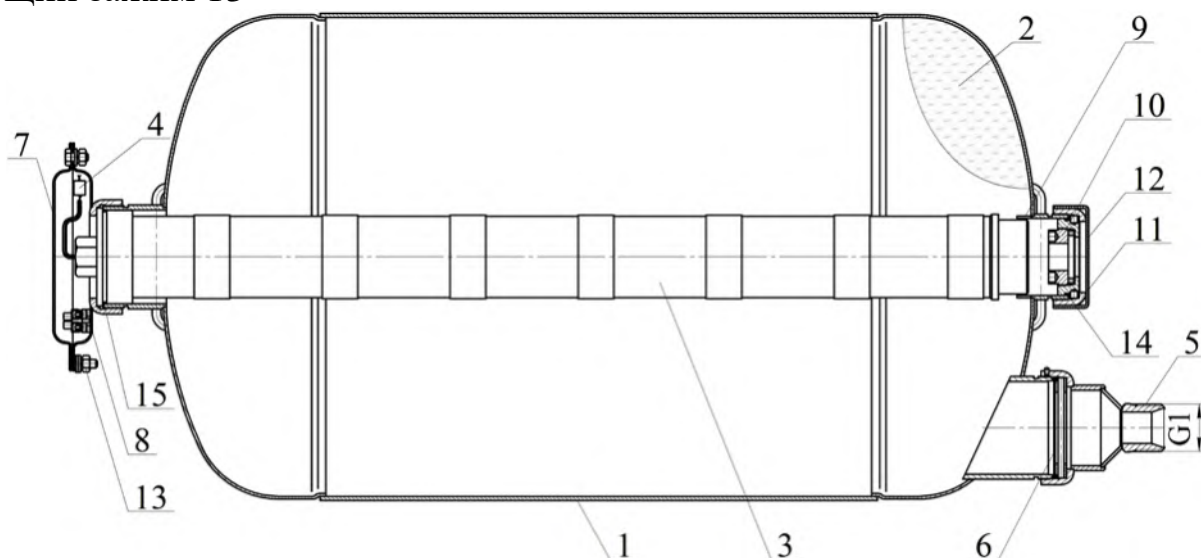
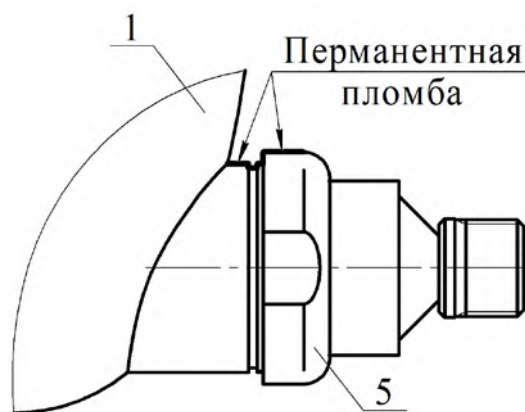

Рисунок 1
Рисунок 7
4.1 МПП (см. рисунок 1) состоит из корпуса **1**, в котором размещаются огнетушащий порошок (ОП) **2** и источник холодного газа (ИХГ) **3** с элементом электропусковым **4**. В передней части корпуса установлен переходник **5** с наружной резьбой G1 для соединения с трубной разводкой. Входное отверстие переходника **5** перекрыто мембраной **6**. Выводы элемента электропускового **4** закрыты крышкой **7**, закрепленной на фланце **8**. За дном ИХГ **3** на горловине **9**, фиксирующей положение источника холодного газа вдоль оси корпуса **1** МПП, установлен предохранительный клапан **10**, зафиксированный гайкой **11**. Отверстие гайки **11** закрыто колпачком **12**. Модуль имеет заземляющий зажим **13**
4.2.1 После подачи электрического импульса на выводы элемента электропускового **4** (см. рисунок 1) ИХГ **3** генерирует газ, который впускает ОП **2** и создает давление внутри корпуса МПП для вскрытия мембраны **6** и выброса через переходник **5** и соединенную с ним трубную разводку струй ОП в зону горения.
**Внимание!** При сборке переходника 5 (см. рисунок 1) с трубной разводкой пломба в виде перманентной полосы белого цвета, выполненная маркером и соединяющая единой линией гайку переходника 5 и горловину корпуса 1 МПП (см. рисунок 7), не должна быть нарушена.
6.7 Заземлить МПП в зажиме 13 (см. рисунок 1). Снять пломбу с выводов элемента электропускового 4. Проверить электрическое сопротивление элемента электропускового безопасным током, указанным в пункте 11 таблицы 1. Подсоединить кабель цепи запуска с элементом электропусковым. На фланце корпуса 1 закрепить крышку 7.